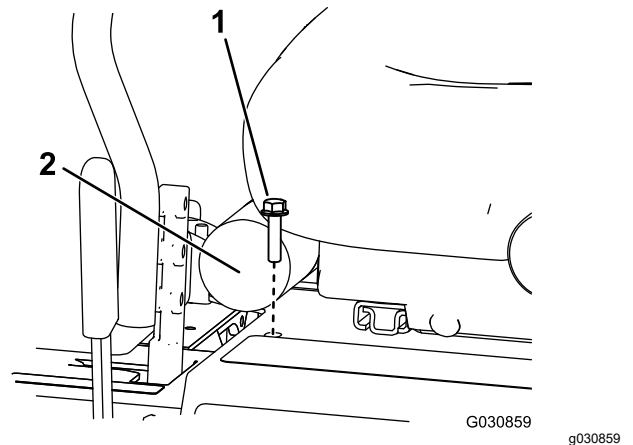

Figura 9
3. Instale un perno (5/16" x 1¼") en el taladro para sujetar la chapa del asiento (Figura 9).